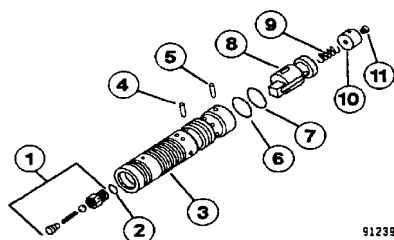

FIGURA 6-5. CONJUNTO DEL CARRETE DEL AMPLIFICADOR
2. Saque el tapón de la válvula de alivio (20) y el sello (5). Usando una llave allen de cabeza hexagonal de 8 mm, saque el conjunto de la válvula de alivio (19). Saque el sello de acero (6).
3. Use una llave allen de cabeza hexagonal de 13 mm para sacar el perno (11) y la golilla de seguridad (12) de la cubierta del extremo (15). Use una llave allen de cabeza hexagonal de 13 mm para sacar los pernos (13) y las golillas de seguridad (14). Saque la cubierta del extremo (15).
4. Saque el tope del resorte (22) y el resorte (30). Saque el tope del resorte (23) y los resortes (28) y (29). Saque los anillos de goma (1) y (2) de la cubierta del extremo (15).
5. Saque el control del resorte (24) y el carrete principal (37). Saque el carrete de la válvula prioritaria (41). Saque el control del resorte (24), los resortes (28) y (29) y el tope del resorte (23) de la caja (40).
6. Retire el conjunto del carrete del amplificador (25) y deje a un lado para ser desensamblado posteriormente, si fuese necesario (ver Figura 6-5).
7. Saque la válvula de impacto y succión (21) y deje a un lado para ser desensamblado posteriormente, si fuese necesario.
8. Use una llave allen de cabeza hexagonal de 13 mm para sacar el perno (11) y la golilla de seguridad (12) de la cubierta del extremo (16). Use una llave allen de cabeza hexagonal de 13 mm para sacar los pernos (13) y las golillas de seguridad (14). Saque la cubierta del extremo (16).
9. Saque los anillos de goma (1), (2) y (3). Saque el resorte (17).
10. Saque la válvula de impacto y succión (42) y deje a un lado para ser desensamblado posteriormente, si fuese necesario.
11. Saque el perno del orificio (27), el perno de orificio (33), y la válvula de retención (34).
**NOTA.** El desensamblado del conjunto del carrete del amplificador sólo es necesario si el anillo de goma (2, Figura 6-5), el resorte (9) o el tapón de orificio (11) se deben cambiar. De lo contrario, cambie el conjunto del carrete del amplificador como una unidad completa. Consulte los Pasos 12 y 13.
12. Saque el anillo de retención (7, Figura 6-5), saque el pasador (5). Saque el tapón (10) y el resorte (9). Saque el anillo de retención (6) y el pasador (4) y saque el carrete interior (8).
13. Destornille la válvula de retención (1) y saque. Saque el anillo de goma (2). Saque el perno de orificio (11) del tapón (10).